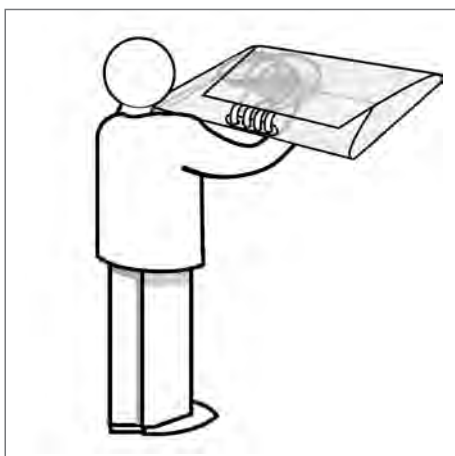

Fig. 48
- Coloque la bolsa plegada sobre sus dos brazos con el mandril magnético ensamblado al alineador de centrado en la parte inferior, y el sistema de 4 puertos delante de usted (ver Fig. 48).